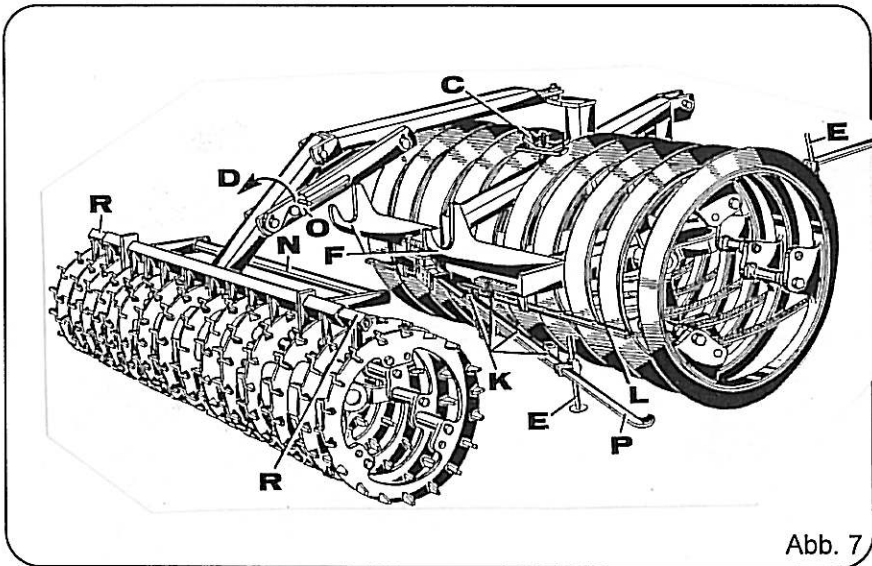
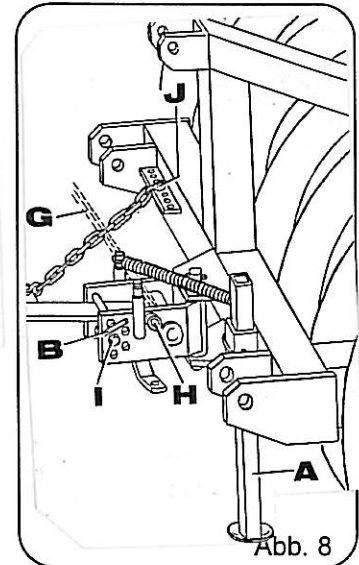

Abb. 7
Abb. 8
- Abstellstützen (Abb. 8, Pos. A) herunterziehen und sichern
- Feststellbremse (Abb. 7, Pos. C) lösen
- Durch Umlegen der Klinke die Nockenringwalze festsetzen (Abb. 7, Pos. O)
- Fangarme herunterschwenken und arretieren (Abb. 8, Pos. B)
- Fangarme so einstellen, daß sie vom Pflugfangarm gut gefangen werden (Abb. 7, Pos. K und Abb. 8, Pos. J)
- Abstellstützen (Abb. 8, Pos. A) hochschieben und sichern
- Stützen (Abb. 7, Pos. E) so einstellen, daß sie während der Arbeit den Boden nur wenig berühren. Die Stützen sollen ein Kippen des Wendepackers verhindern, wenn am Feldende die Verbindung zwischen Pflugfangarm und Wendepacker gelöst wird.
- Ausgleichkette (Abb. 8, Pos. J) so einhängen, daß der Wendepacker während der Arbeit parallel zum Pflug läuft.
- Fangarmhöhe so einstellen (Abb. 8, Pos. B und I), daß der Rahmen des Wendepackers während der Arbeit parallel zur Erdoberfläche steht. Der Haken des Wendepackerfangarmes soll, wenn der Pflug auf Arbeitstiefe ist, in der Mitte des Fanghakens des Pflugfangarmes sein.
Die zusätzlichen Reinigungsbänder werden nach dem Umschrauben der Halter montiert (Abb. 7, Pos. L).
Der Abstreiferbalken der Nockenringwalze wird durch ein Einschleiben einer Verlängerung erweitert (Abb. 7, Pos. R)
Die Feststellbremse (Seite 12, Abb. 7, Pos. C) fest anziehen und die beiden Abstellstützen (Seite 12, Abb. 8, Pos. A) herunterziehen und sichern.